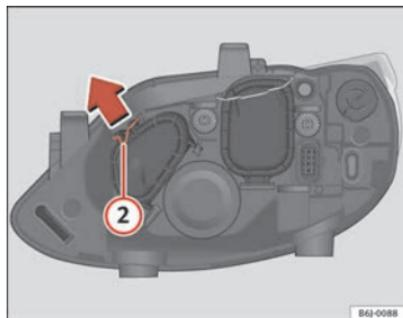

Fig. 135 Feux de route
- Déplacez le tirant (2) dans le sens de la flèche puis retirez le cache ⇒ fig. 135.